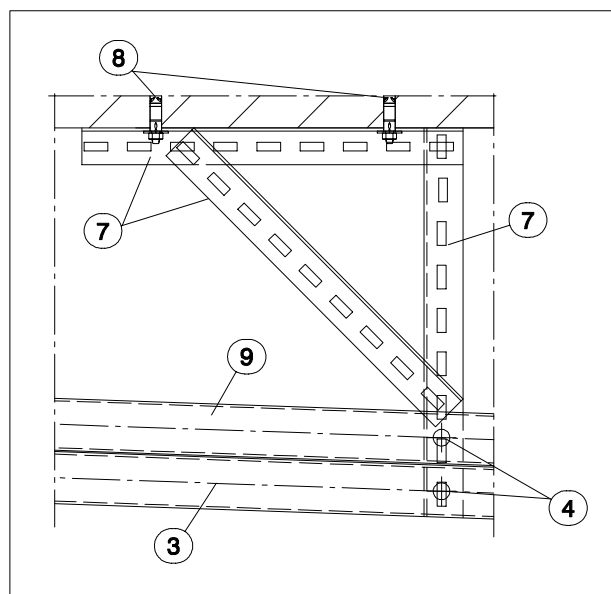

Abb. 3
- Die Abhängungen (7) an die untere waagerechte Laufschiene (3) und Decke anhalten, um die erforderliche Länge festzustellen und ggf. kürzen .
- Die abgelängten Abhängungen (7) mit den unteren waagerechten Laufschiene (3) durch das vorgegebene Lochbild mittels Flachrundschräuben M8x15 und Sechskantmutter (4) verschrauben und anschließend mittels Schwerlastanker FH 12/10 B (8) mit der Decke verdübeln (s. Abb.3).